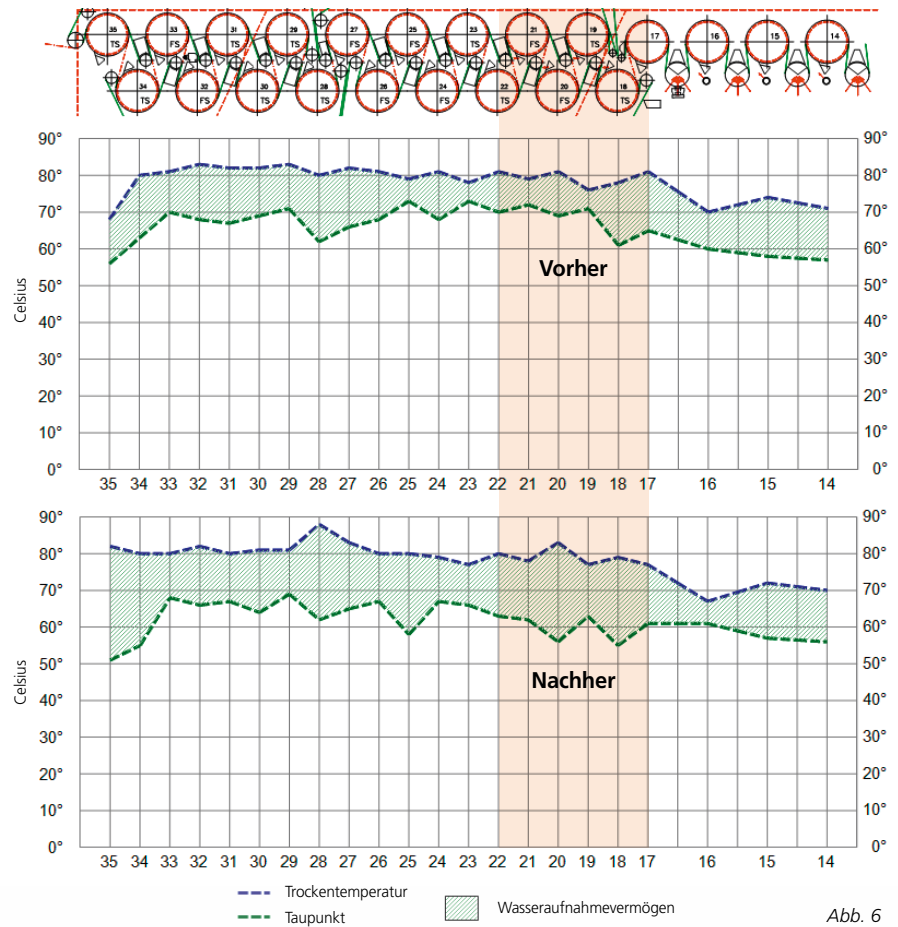

Abb. 6
- mehr Zuluft für Taschenbelüftung (Abb. 6), dadurch: